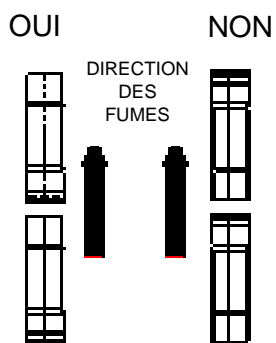

Figure 9: L’installation des tuyaux d’évacuation des fumées
Installez les tuyaux de fumée conformément à la figure 9.
- Branchez le câble d'alimentation sur une prise avec terre (Figure 9).